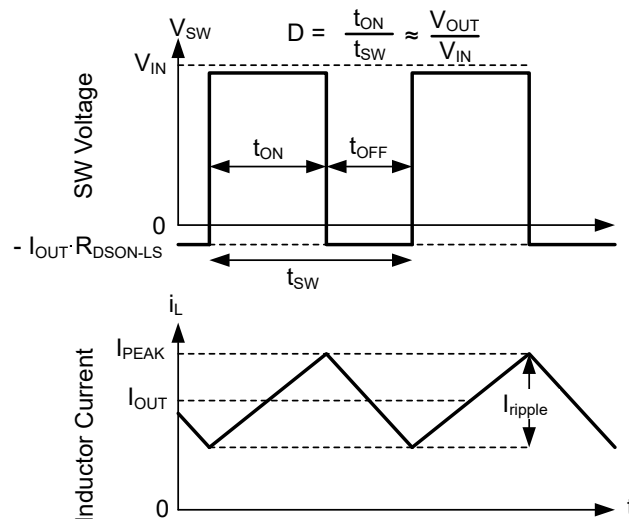

图 7-13. 连续导通模式 (CCM) 下的 SW 电压和电感器电流波形
有关器件的以下运行说明，请参阅节 7.2 和图 7-13 中的波形。在 CCM 中，该器件以变化的占空比 (D) 打开内部高侧 (HS) 和低侧 (LS) 开关，从而提供稳定的输出电压。在 HS 开关导通期间，SW 引脚电压  $V_{SW}$  摆动至大约  $V_{IN}$ ，电感器电流  $i_L$  以线性斜率增加。HS 开关由控制逻辑关闭。在 HS 开关关闭时间  $t_{OFF}$ ，LS 开关打开。电感器电流通过 LS 开关放电，这会强制  $V_{SW}$  通过 LS 开关两端的压降摆动到地电位以下。转换器环路调节占空比以保持恒定的输出电压。D 由 HS 开关在开关周期内的导通时间定义：